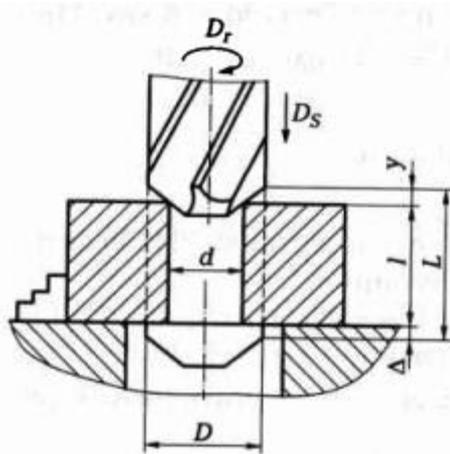

Рисунок 1 – Схема процесса зенкерования
1. На вертикально-сверлильном станке 2Н135 зенкеруют предварительно обработанное сквозное отверстие (рисунок 1) диаметром $d=44,4$ мм до диаметра $D=46,7$ мм на глубину $l=70$ мм (под последующую обработку одной разверткой). Материал заготовки – бронза БрОЦ4-3 твердостью 70НВ. Заготовка – отливка. Обработка выполняется с охлаждением. Требуется выбрать режущий инструмент, назначить режим резания и определить машинное время.
2. На вертикально-сверлильном станке 2Н135 зенкеруют сквозное отверстие (рисунок 1) диаметром $d=42$ мм до диаметра $D=44$ мм на глубину $l=10$ мм. Материал заготовки сталь 45Х с $\sigma_b=650$ МПа и твердостью 180НВ. Заготовка из горячекатаного проката, при обработке она охлаждается эмульсией. Требуется выбрать режущий инструмент, назначить режим резания и определить машинное время.
3. На вертикально-сверлильном станке 2Н135 зенкеруют сквозное отверстие (рисунок 1) диаметром $d=18$ мм до диаметра $D=20$ мм на глубину $l=20$ мм. Материал заготовки сталь 45Х с $\sigma_b=600$ МПа и твердостью 160НВ. Заготовка из горячекатаного проката, при обработке она охлаждается эмульсией. Требуется выбрать режущий инструмент, назначить режим резания и определить машинное время.
4. На вертикально-сверлильном станке 2Н135 зенкеруют сквозное отверстие (рисунок 1) диаметром $d=40$ мм до диаметра $D=42$ мм на глубину $l=25$ мм. Материал заготовки сталь
5. На вертикально-сверлильном станке 2Н135 зенкеруют сквозное отверстие (рисунок 1) диаметром $d=50$ мм до диаметра $D=51\text{Н}11$ мм на глубину $l=25$ мм. Материал заготовки сталь 45 с $\sigma_{\text{в}}=700\text{МПа}$ и твердостью 180НВ. Заготовка из горячекатаного проката, при обработке она охлаждается эмульсией. Требуется выбрать режущий инструмент, назначить режим резания и определить машинное время.